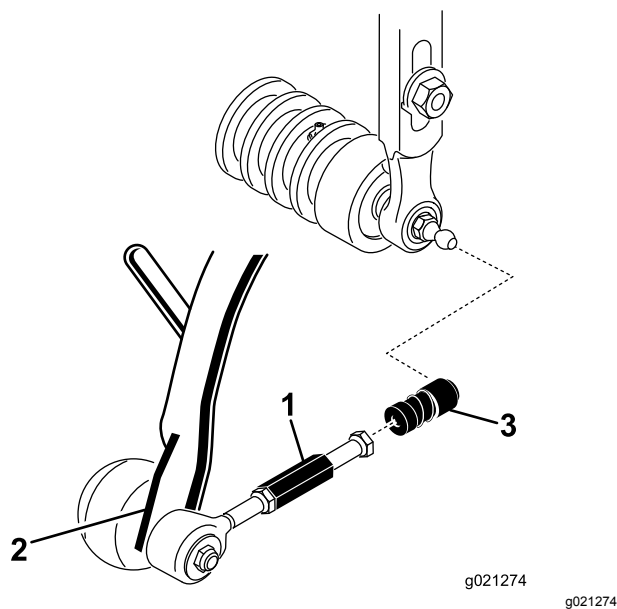

Figura 10
- Fate scorrere il manicotto su ogni alloggiamento del giunto a sfera e agganciate l'alloggiamento al prigioniero a sfera dell'apparato di taglio (Figura 10).